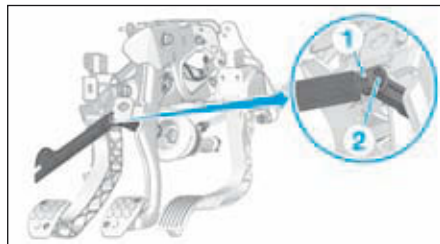

FIG.10
- Écarter la tige (1) du pédalier puis dégager le clip de verrouillage (2) à l'aide d'une palette plastique.
- Appuyer sur le clip de verrouillage (2) (Fig.10).
- Désaccoupler la tige (1) du cylindre émetteur d'embrayage du pédalier à l'aide d'une palette plastique.